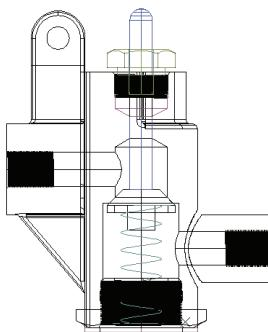

图 11-182 复制底座后的图形
3) 复制底座：选择菜单栏中的“编辑”→“带基点复制”命令，选取基点为(0,0,0)，将“底座”图形复制到“手压阀装配图”的前视图中，指定的插入点为(0,0,0)，如图 11-182 所示。